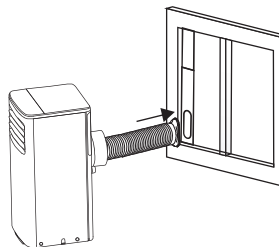

Рис. 9.
5. Закрепите насадку адаптер для соединения оконным переходником (рис. 9).